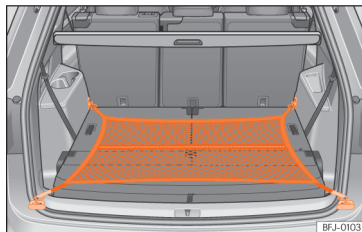

Abb. 205 Im Gepäckraum: flach eingehängtes Gepäckraumnetz.
- Hängen Sie die Haken in die Verzurrrösen ein » » » (Abb. 205), » » » ⚠. Der Reißverschluss des Gepäckraumnetzes muss dabei nach oben zeigen.